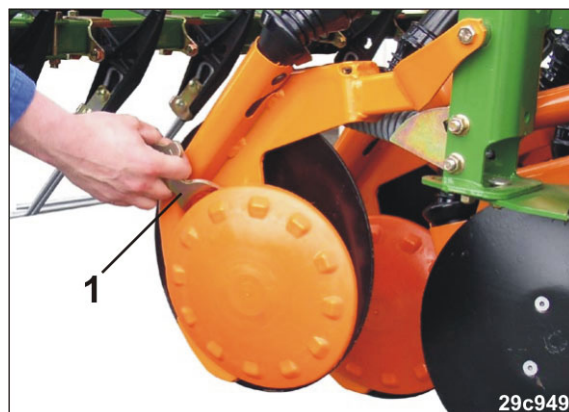

Fig. 93
1. Sæt håndtaget (Fig. 93/1) fast i en af de 3 stillinger.